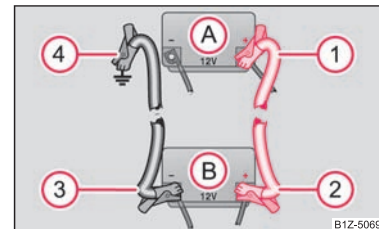

Fig. 140 Executarea pornirii cu ajutorul bateriei altui autovehicul: A - bateria descărcată, B -bateria furnizoare de curent
- Prindeți un capăt la polul plus ① ⇒ fig. 140 al bateriei descărcate ①.
- Prindeți celălalt capăt la polul plus ② al bateriei care furnizează curent ②.